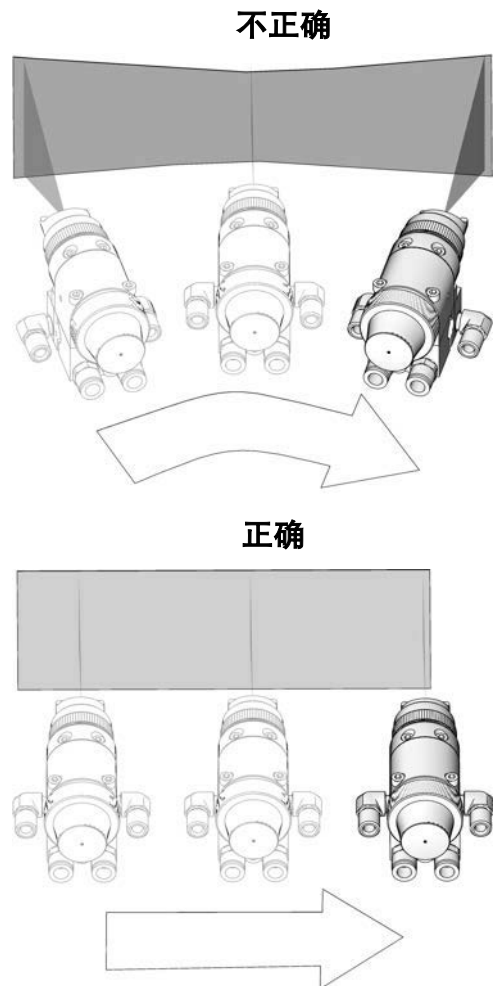

图 15: 正确的喷涂方法
- 1/2 喷涂时在表面平稳地，平行地划过，产生 50% 的交迭。参见图 15。